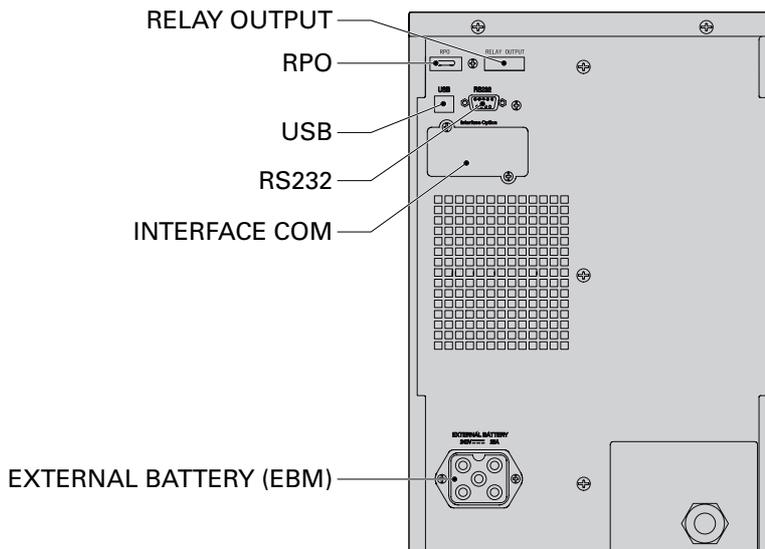

Abbildung 21. Kommunikationsoptionen und Steuerungsanschlüsse.
Zu detaillierten Informationen siehe Abbildung 21 und den folgenden Abschnitt „Kommunikationsoptionen.“
Um die Kommunikation zwischen der USV und einem Computer herzustellen, schließen Sie den Computer mithilfe eines geeigneten Datenkabels (nicht im Lieferumfang enthalten) an eine der Kommunikationsschnittstellen der USV an. Die Position der Kommunikationsschnittstellen ist in Abbildung 21 angegeben.
Zur Position des Kommunikationslots siehe Abbildung 21 auf Seite 21.
**Anschließen und Testen der Fernsteuerung** (Abbildung 21 zeigt die Position der RPO.)
Die USV enthält drei programmierbare Relais -Ausgänge mit potenzialfreien Kontakten für die Ausgabe des Fernalarms: eine Standard-Relais-Schnittstelle und zwei Ausgänge in der RS 232-Kommunikationsschnittstelle. Zur Lage der Schnittstellen siehe Abbildung 21 auf Seite 21. Ein weiterer vierter Relais-Ausgang kann mit der kompatiblen Relais-Schnittstellenkarte erzielt werden. Konfigurieren Sie die Relais-Ausgänge mit der Einstellung „Relay Configuration“ (Relais-Konfiguration) in „Anwender Programmierung“ auf Seite 15.
Die USV enthält vier programmierbare Signaleingänge: einen RS 232-Eingang, zwei Kommunikationskarten-Eingänge und einen RPO-Anschlusseingang. Abbildung 21 auf Seite 21 zeigt die Anordnung der Ports. Konfigurieren Sie die Eingänge mit der Einstellung „Signaleingänge“ in „Anwender Programmierung“ auf Seite 13.